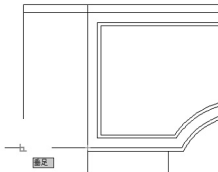

图 5.57 指定直线的端点
② 在指定下一点或 [放弃(U)]: 提示下, 按住 Shift 键右击, 弹出【捕捉】快捷菜单, 选择【垂足捕捉】选项后, 将光标放在如图 5.57 所示处, 出现垂足捕捉后单击, 然后按 Enter 键结束命令。